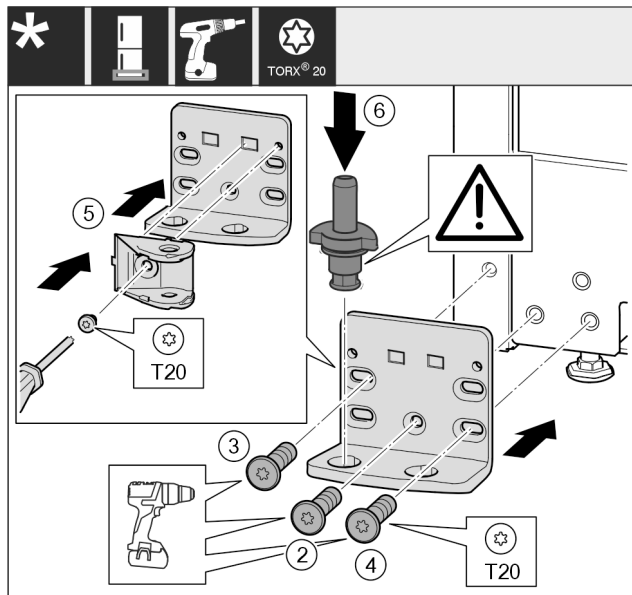

Fig. 49 *
- ▶ Helyezze fel a csapágybakot a másik oldalra, és csavarozza fel csavarhúzóval. Kezdje alul a középső csavarral Fig. 49 (2).*
- ▶ Húzza meg a csavart Fig. 49 (3) és a csavart Fig. 49 (4).*
- ▶ Fordítsa el 180°-kal a zárascillapító egységet Fig. 49 (5). Csavarozza fel a csapágybak másik oldalára csavarhúzóval.*
- ▶ Helyezze be teljesen a csapszeget Fig. 49 (6). Ügyeljen közben arra, hogy a reteszelő bütyök hátrafelé mutasson.*